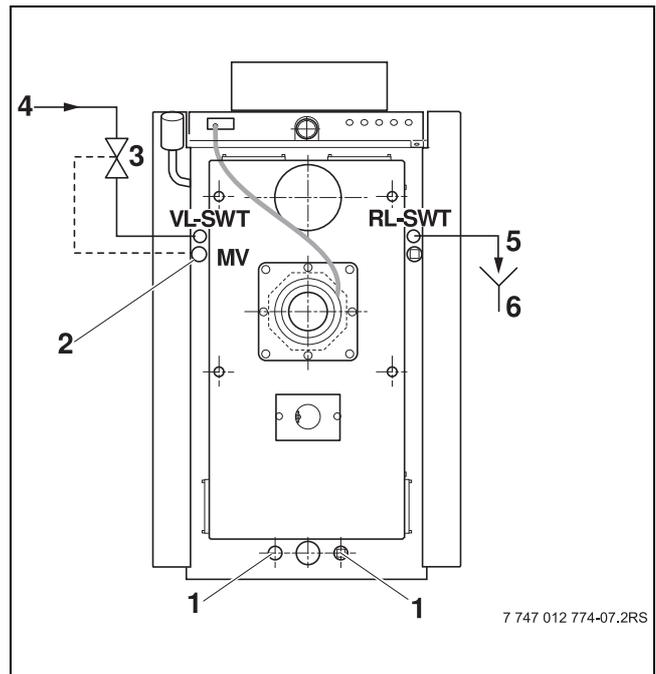

Fig. 10 Collegamento dello scambiatore termico di sicurezza
Le caldaie sono dotate di uno scambiatore termico di sicurezza (circuito di raffreddamento). Il collegamento corretto è rappresentato in fig. 10. Nei paesi in cui si applica la norma EN 303-5, la caldaia deve disporre di un impianto che permetta un'uscita sicura del calore in eccesso senza energia aggiuntiva. In tal modo la temperatura massima dell'acqua della caldaia non supererà i 95 °C (protezione antisurriscaldamento). La sovrappressione minima dell'acqua di raffreddamento è di 2,0 bar (massima 6,0 bar). Deve essere disponibile una portata di almeno 11 l/min.
- Nel punto di afflusso dell'acqua di raffreddamento a monte dello scarico termico di sicurezza (→ fig. 10) installare un filtro.
- Verificare il flusso dell'acqua di raffreddamento al punto di deflusso (→ fig. 10, pos. 5). Una volta raffreddata l'acqua nel vaso, lo scarico termico di sicurezza deve chiudere nuovamente il flusso di acqua di raffreddamento.